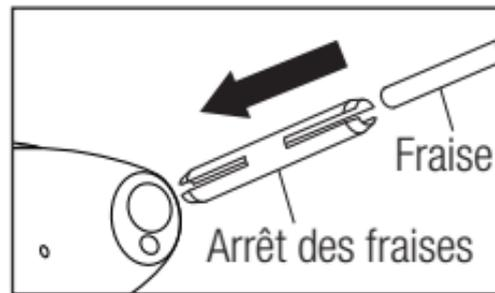
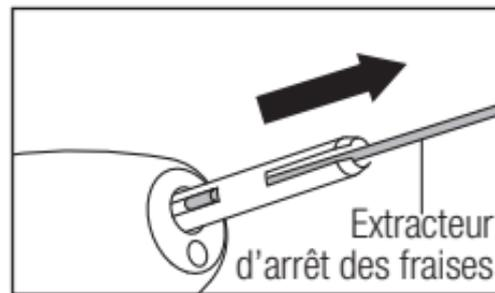

Fig. 4
Fig. 5
- 2 Insérez l'arrêt des fraises fourni dans le mandrin. (Fig. 4)
- 2 Insérez l'extracteur d'arrêt des fraises fourni dans le mandrin. Retirez l'arrêt des fraises en l'accrochant à la fente de l'arrêt des fraises. (Fig. 4, Fig. 5)